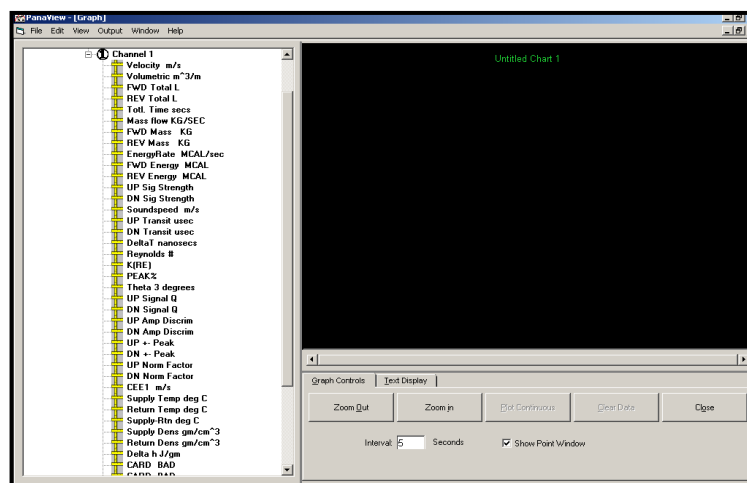

Figure 4: Fenêtre graphique
3. À l'aide du menu Fenêtre, organisez les fenêtres ouvertes au format souhaité. Pour cette discussion, la figure 4 montre la fenêtre graphique dans sa taille maximisée (plein écran).